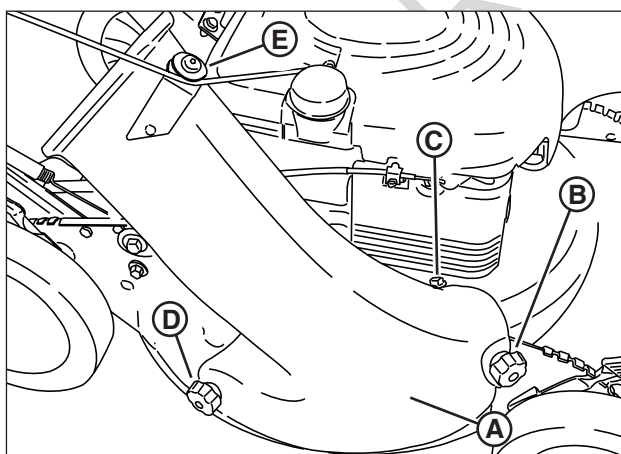

Figura 10: Instalación del adaptador de la bolsa para césped
2. Instale el adaptador **(A, Figura 10)** en la cubierta en lugar de la cubierta de mantillo, y asegúrese de lo siguiente: